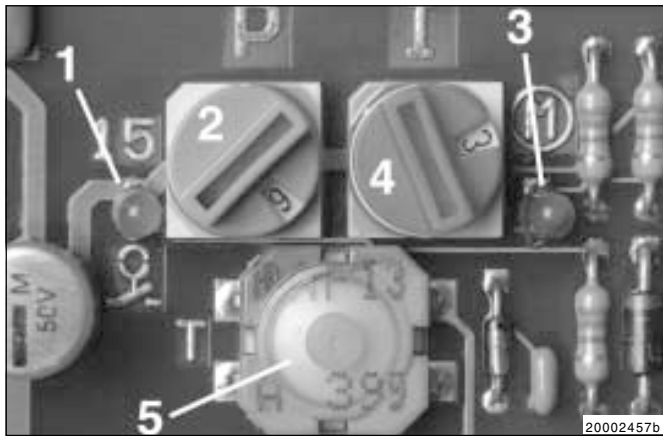

Abb. 9: - Leuchtdioden der Steuerplatine
- Wird einer der Drehschalter 2 und/oder 4 aus Abb. 9 auf 0 gestellt, erfolgt eine Störmeldung an der rechten Leuchtdiode 3.
- Ob Spannung an der Steuerplatine anliegt, ist am Aufleuchten der linken Leuchtdiode (LED) 1 Abb. 9 erkennbar.
<p>• Ursache:</p> <ul style="list-style-type: none"> • Einer der beiden Drehschalter 2, 4 Abb. 9 steht auf 0. Anzeige: viermaliges Blinken; • Kurzschluss am Drucktaster 5 Abb. 9 oder falls vorhanden am Leuchtdrucktaster oder an deren Anschlussstellen Anzeige: dreimaliges Blinken; 	<p>• Abhilfe:</p> <ul style="list-style-type: none"> • Drehschalter auf eine Zahl oder einen Buchstaben einstellen • Prüfen, ob sich der Kurzschluss auf der Steuerplatine oder falls vorhanden am Leuchtdrucktaster befindet. Notfalls Steuerplatine oder Leuchtdrucktaster austauschen.